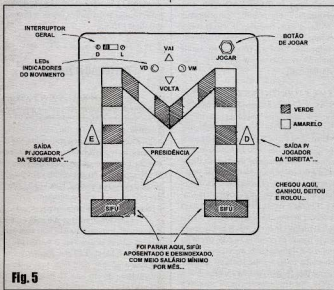

Fig. 5
- FIG. 5 - SUGESTÃO PARA O DESENHO/ACABAMENTO DO PAINEL DE JOGO -